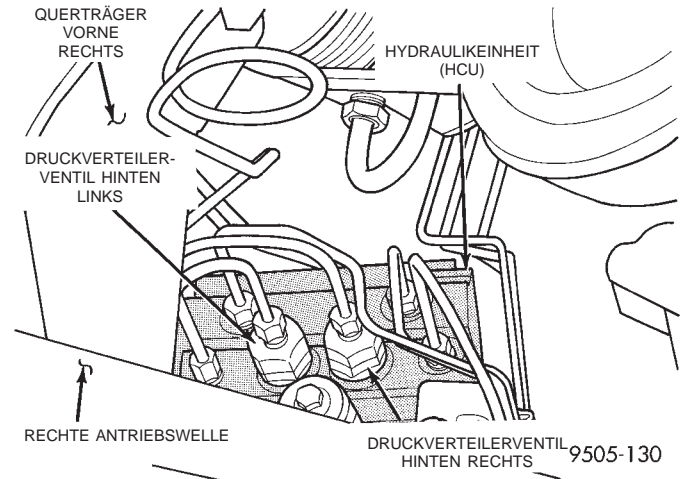

Abb. 27 Lage der Druckverteilterventile an der Hydraulikeinheit (HCU)
Ein Druckverteilterventil regelt die rechte Hinterradbremse und ein anderes die linke Hinterradbremse (Abb. 27). Es ist daher erforderlich, eine Probefahrt durchzuführen, um zu bestimmen, welches Hinterrad zuerst blockiert. Nachdem das betreffende Rad bestimmt wurde, ist die Diagnose des Druckverteilterventils gemäß dem nachstehend beschriebenen Verfahren durchzuführen.
(1) Nach der Probefahrt zur Bestimmung des Hinterrades, an dem ein vorzeitiges Eingreifen des ABS vorliegt, siehe (Abb. 27), um zu bestimmen, welches Druckverteilterventil geprüft werden muß.
(2) Die Hydraulikbremsleitung (Abb. 27) von dem Druckverteilterventil lösen, welches das Hinterrad kontrolliert, das vorzeitig blockiert hat.
(3) Dann das Druckverteilterventil von der betreffenden Auslaßöffnung der Hydraulikeinheit (HCU) lösen.
(4) Druckprüfungsadapter, Spezialwerkzeug 6805-1 oder 6805-2 in die Auslaßöffnung der HCU einbauen.
(5) Druckverteilterventil in den in der HCU-Auslaßöffnung montierten Druckprüfungsadapter einsetzen.
(6) Druckprüfungsadapter, Spezialwerkzeug 6805-3 oder 6805-4 in die Auslaßöffnung des Druckverteilterventils einsetzen.
(7) Hydraulikbremsleitung an den im Druckverteilterventil montierten Druckprüfungsadapter anschließen.
(8) An jeden Druckprüfungsadapter ein Druckmeßgerät, Spezialwerkzeug C-4007-A, anschließen. Am